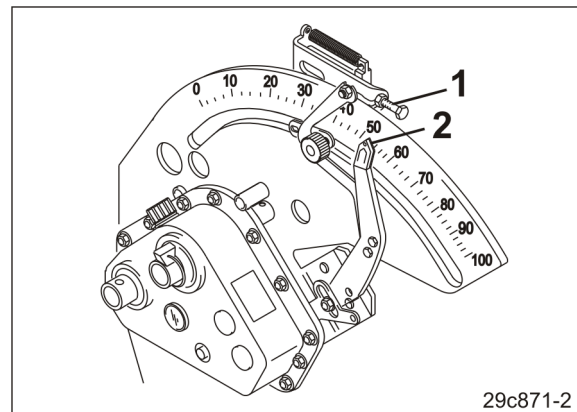

Fig. 162
3. Med justerskruen (Fig. 162/1) stiller du viseren (Fig. 162/2) på girspaken i ønsket girstilling for den økte såmengden.
Skrut justerskruen (Fig. 162/1):
Skrut inn justerskruen (Fig. 162/1):